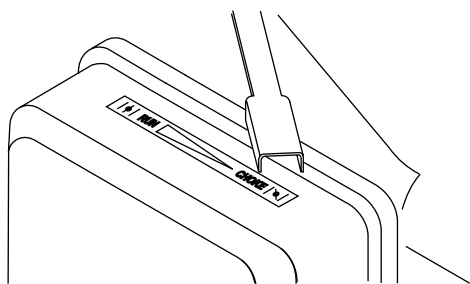

Figura 8 — Palanca Estranguladora
3. Mueva la palanca estranguladora hasta la posición "Choke" (Estrangular) (Figura 8).